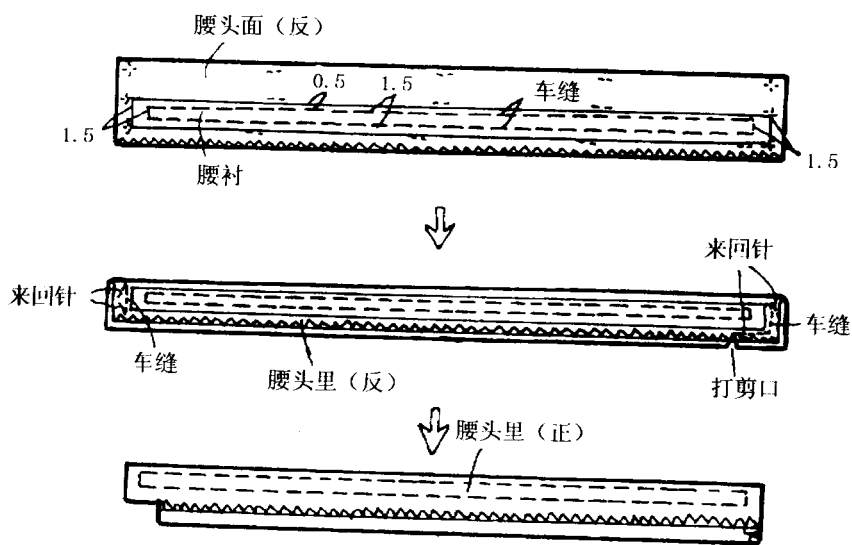

图2-14
14. 缝制腰头。将腰衬放在腰头里的反面, 与腰头里车缝固定。再将腰头里与腰头面正面对, 在腰头左侧顺净印纵向车缝, 在腰头右侧顺净印纵向车缝后再横向车缝, 横向车缝的长度与搭头长度相等。然后将缝份向腰头面方向扣烫, 再将腰头里与腰头面正面翻出。见图 2-14。